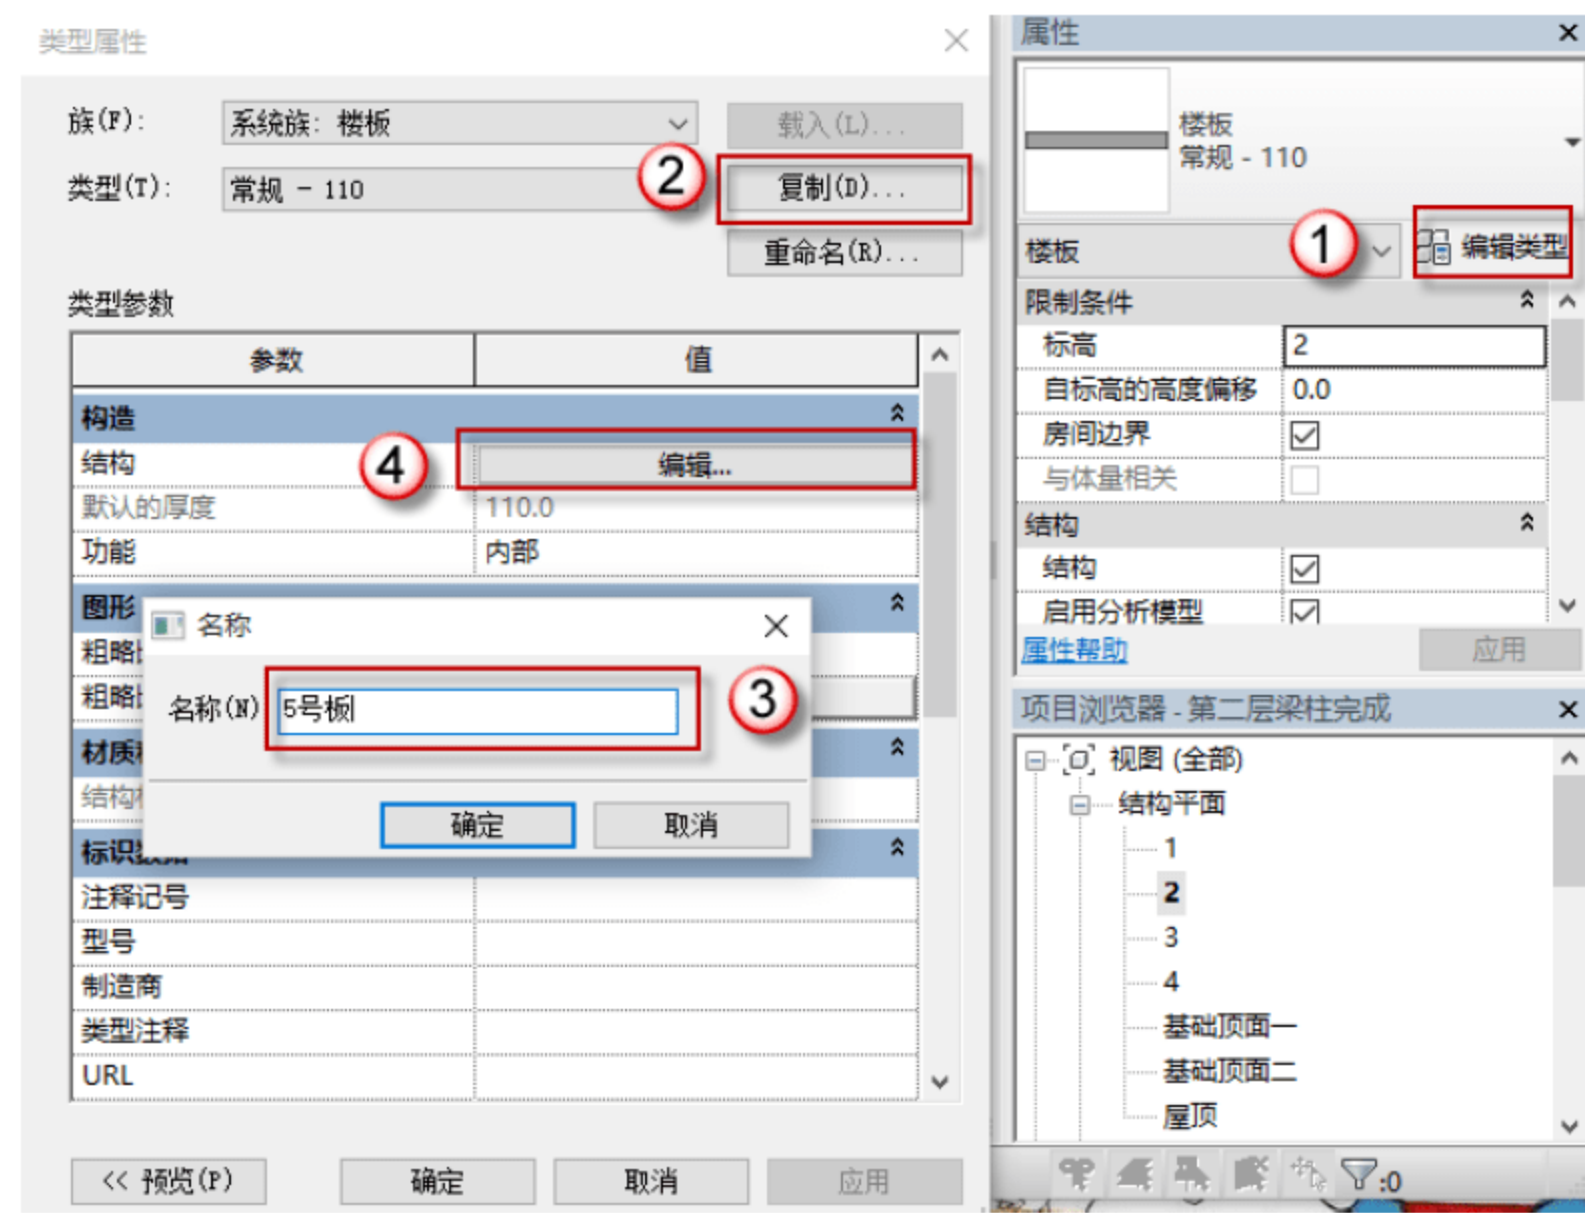

图 3.2.65 设置 5 号板参数
(11) 设置 5 号板参数，按快捷键 S+B，进入编辑模式，单击“编辑类型”按钮，在弹出的对话框中单击“复制”按钮，在弹出的对话框中命名板号，单击“确定”按钮。单击“编辑”按钮，设置参数，将板厚设置为 110，如图 3.2.65 所示。